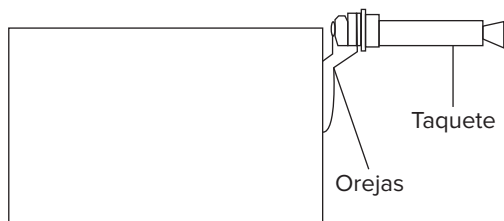

Figura 3
- E. Monte el Terroméetro en acoplador utilizando las orejas de sujeción. (Ver figura 3)